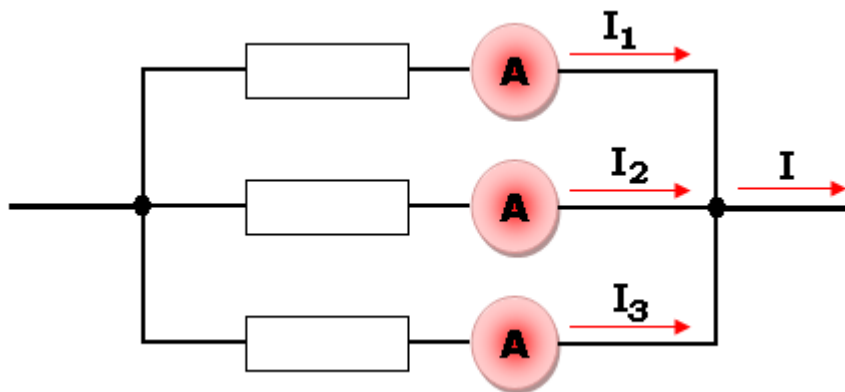

Figure 2
- A. Sur le montage de la **figure 2**,